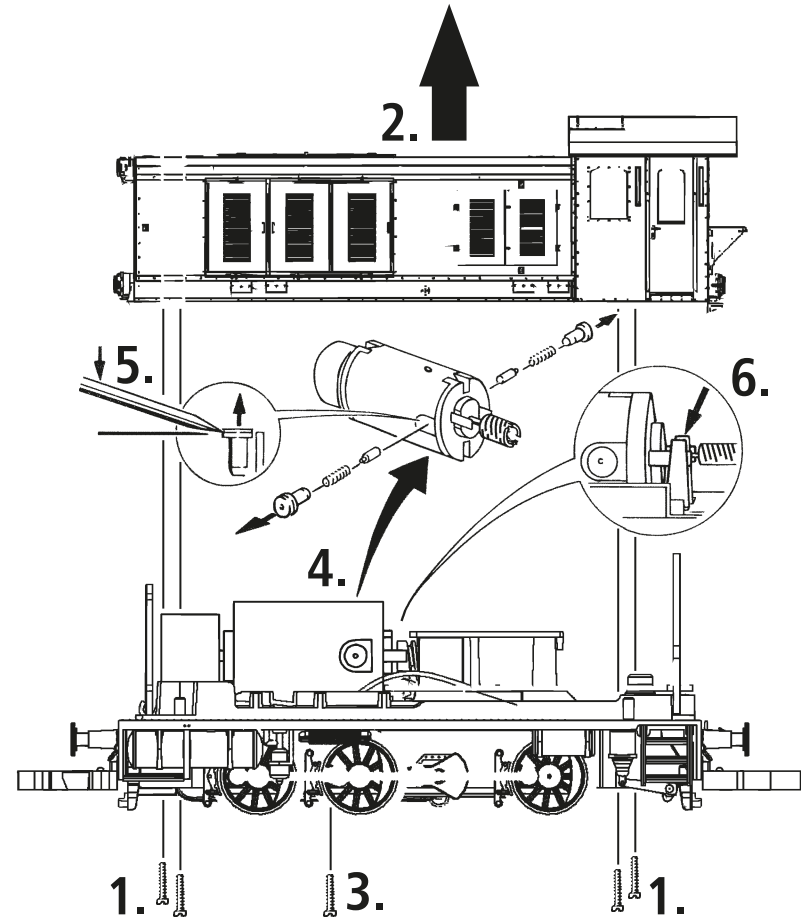

Fig. 8
**Ausführung für Wechselstrom:** siehe Fig. 8
**A.C. operation:** see fig. 8
**Versione a corrente alternata:** vedi fig. 8